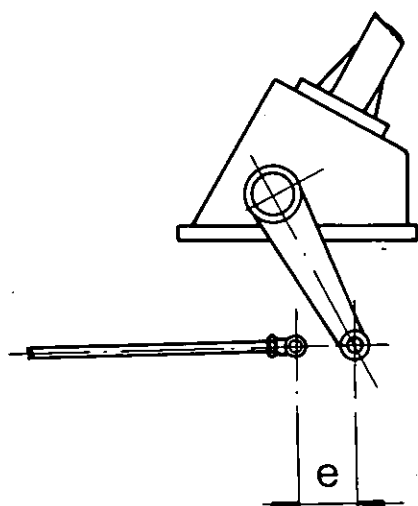

Fig. 145 - Posizione della leva dello sterzo con il volante tutto a destra.
- ruotare il volante di guida verso destra, portando la leva dello sterzo tutta all'indietro (Fig. 145);
- misurare, mediante il calibro 5.9030.271.0 la distanza (e) (Fig. 145);